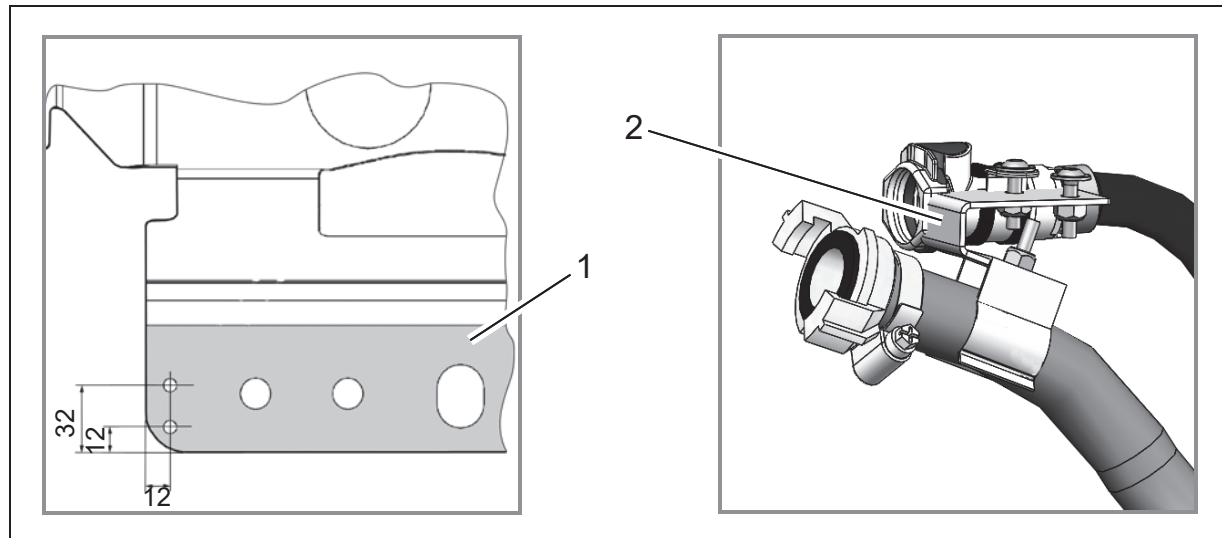

Abb.2
3. Zwei Bohrungen mit Durchmesser 6,5mm an der Steckerplatte für die Frontanbaugeräte (Abb. 2/1) anbringen (sofern nicht vorhanden). Maße siehe Skizze. Bohrungen mit Lack versehen.
4. Die Schlauchbefestigung (Abb. 2/2) an der Steckerplatte (Abb. 2/1) montieren.